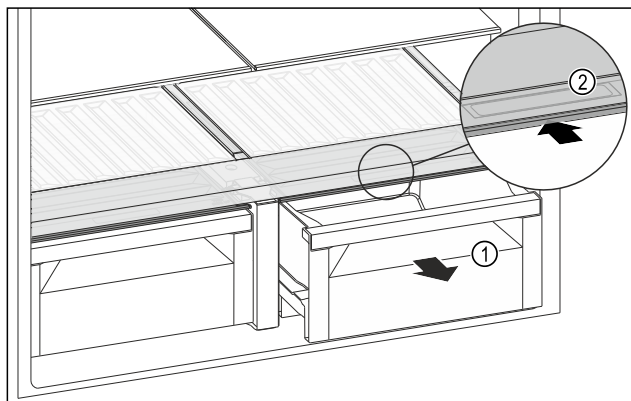

Fig. 143
- Estrarre il cassetto Fig. 143 (1).
- Afferrare la maniglia incassata Fig. 143 (2) sul coperchio dello scomparto e spingere allo stesso tempo all'indietro il coperchio dello scomparto.